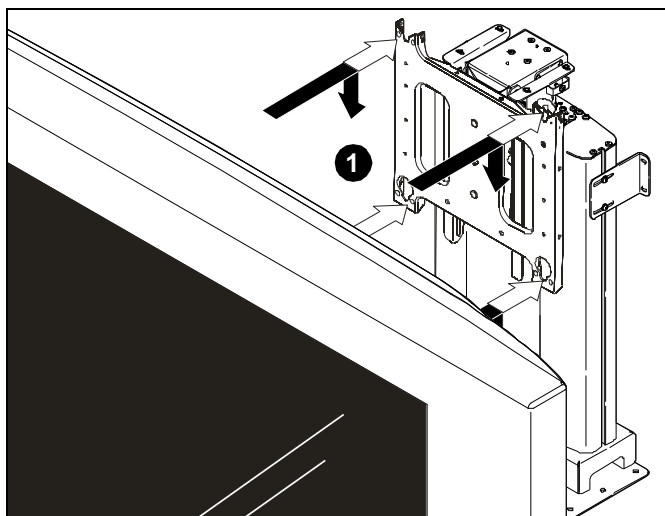
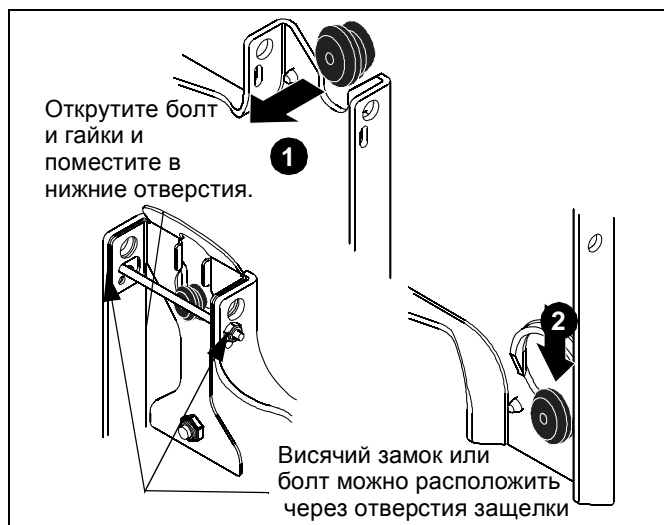

рис. 9
рис. 10
1. Поддерживая монитор с двух сторон, выровняйте положение четырех монтажных креплений на мониторе или соединительный кронштейн с четырьмя монтажными отверстиями на лицевой панели. (см. рис. 9) и (см. рис. 10)
2. Опустите монитор на место до щелчка, чтобы убедиться, что поверхность с выемкой монтажных креплений правильно установлена в нижней части монтажных отверстий и сработал механизм защелкивания. (см. рис. 9) и (см. рис. 10)
верхних отверстий и поместить в нижние отверстия, чтобы они выступали в качестве фиксирующего устройства в течение более длительного времени. (см. рис. 10)